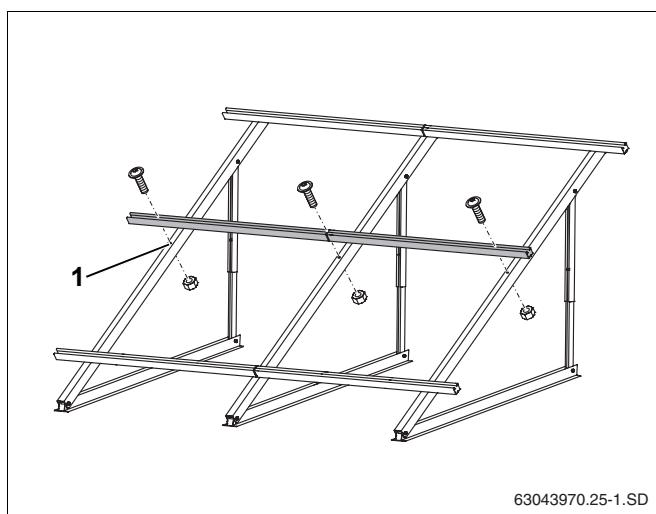

Рис. 35 Установка дополнительных профильных реек
- Закрепить дополнительные профильные рейки, как описано в главе 5.5.2 "Монтаж профильных реек", в центральном отверстии профиля (рис. 35, поз. 1).